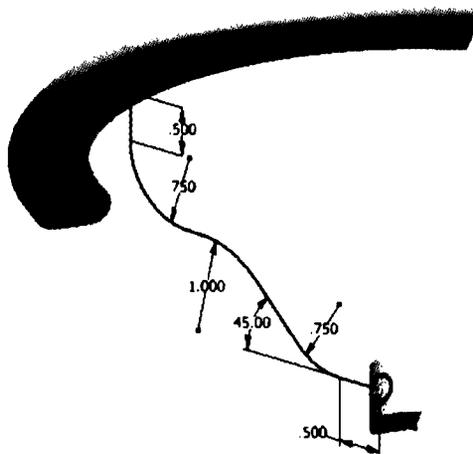

Рис. 7.2. Эскиз пути элемента По сечениям
4. Создайте эскиз, используя параметры и зависимости, как показано на рис. 7.2.